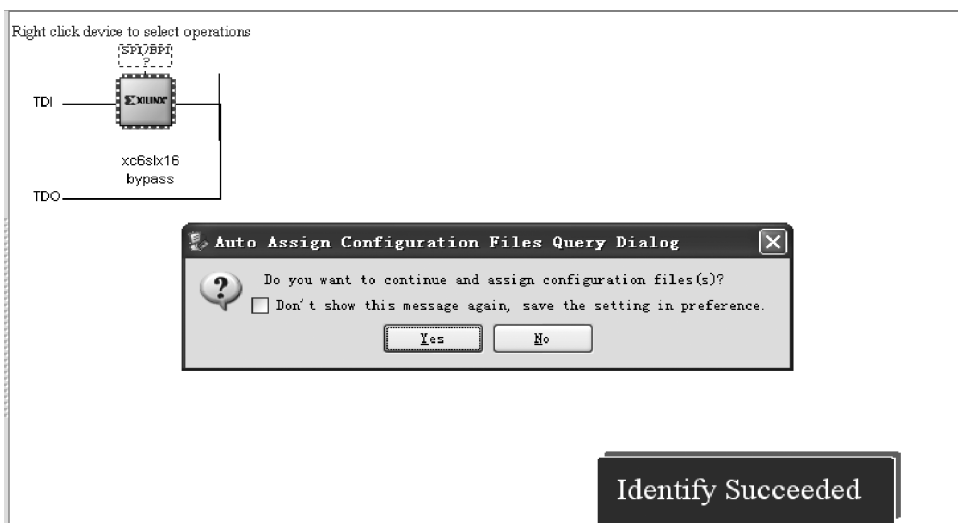

图 3.70 JTAG 链路扫描 FPGA 器件
- (7) 出现进度条,扫描 JTAG 链路上的器件。当 JTAG 扫描成功时,出现图 3.70 所示的界面。从图中可以看到设计所选择的器件 xc6slx16 出现在扫描链路中,表示扫描数据由 TDI 输入,TDO 输出,并且提示 Identify Succeeded(识别成功)标志。